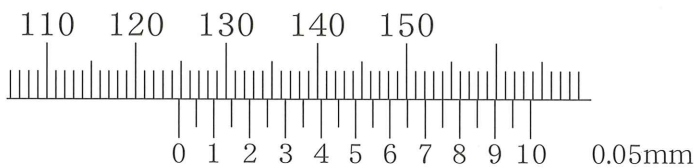

図7
(2) この部品をノギスで測定したところ、図7のようになった。このときの寸法を解答用紙の (d) 欄に、小数第2位まで記入しなさい。